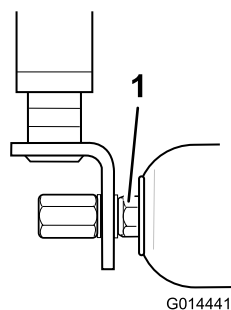

Bild 68
2. Ziehen Sie bei einer zu starken Bewegung die Muttern an jedem Ende der Rolle mit einem Schraubenschlüssel gerade so weit an, um ein Spiel am Ende zu entfernen (Bild 68).